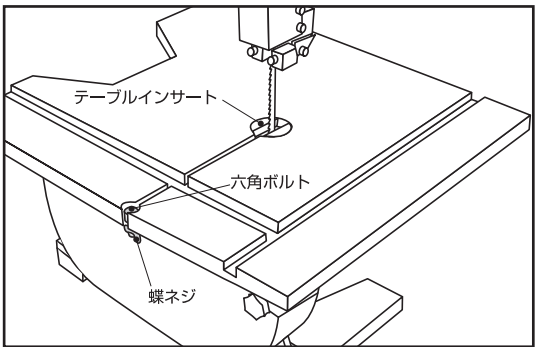

図6
- 6.テーブル中心に、テーブルインサートを取り付けてください。(図6)